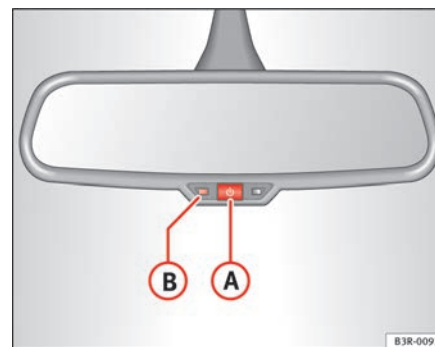

Abb. 102 Abblendbarer Innenspiegel: Kontrollleuchte und Ein-/Ausschalt-Taste
- Drücken Sie die Taste (A) ⇒ Abb. 102. Die Kontrollleuchte (B) erlischt.
- Drücken Sie die Taste (A) ⇒ Abb. 102. Die Kontrollleuchte (B) leuchtet.